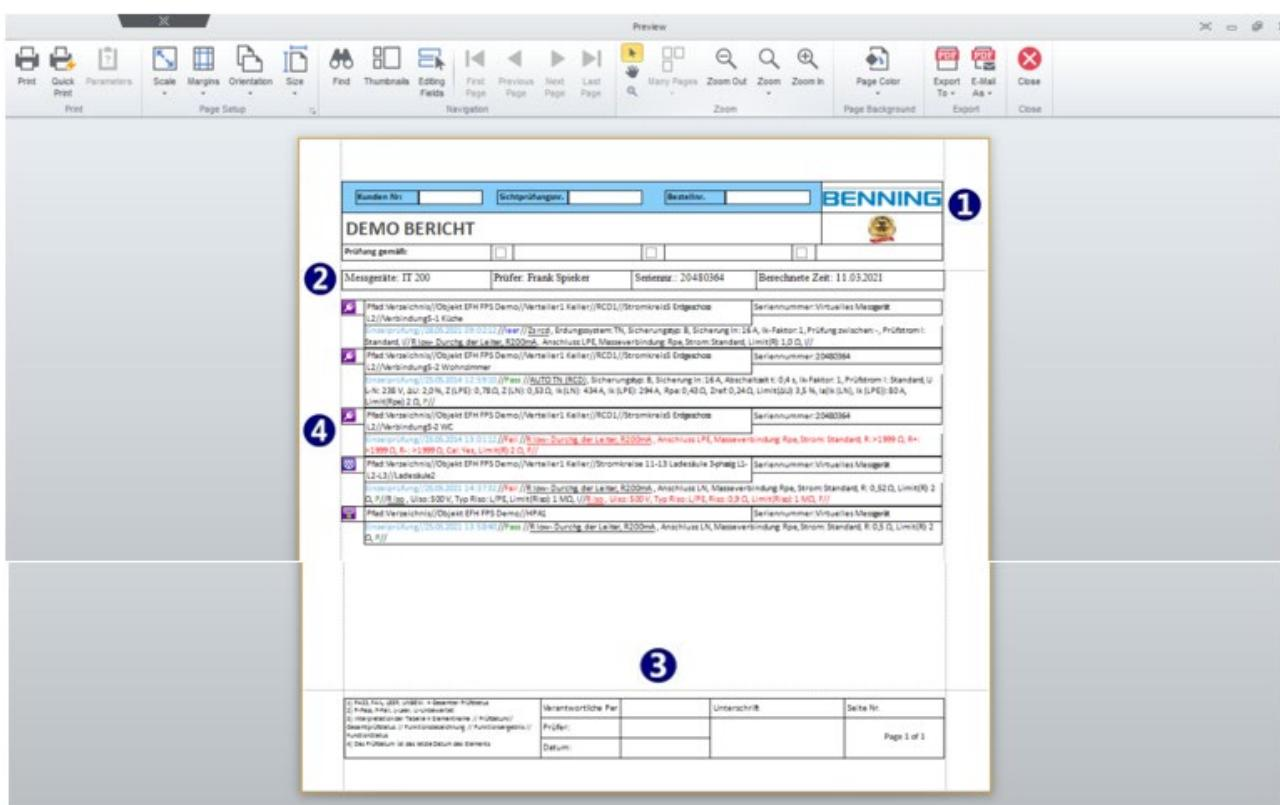

Abbildung 8.4: Druckvorschau des Basisberichts
- Klicken Sie auf  Basisbericht in der Funktionsgruppe „Werkzeuge“ der Home-Registerkarte, um das Druckvorschaufenster des Berichts zu öffnen (**Abbildung 8.4**).